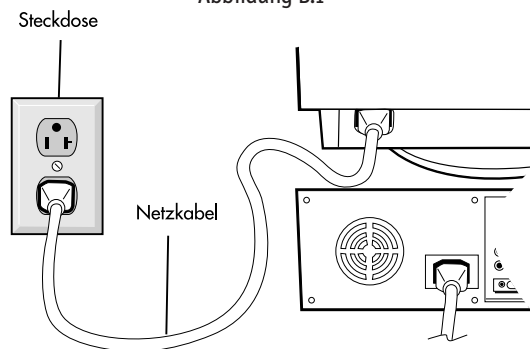

Abbildung C.1
**HINWEIS:** Den MultiSync FE750+ Macintosh-Kabeladapter können Sie bei NEC-Mitsubishi Electronics Display of America, Inc. unter der Telefonnummer (800) 820-1230 bestellen.
5. Schließen Sie ein Ende des Netzkabels an den MultiSync FE750+ Monitor an und stecken Sie das andere Ende in die Steckdose (**Abbildung C.1**).